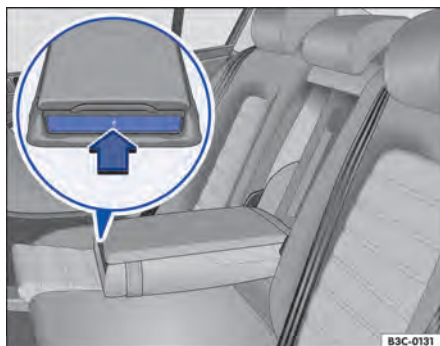

Fig. 129 No descanso-braço central traseiro: estender o porta-copos.
- Pressionar a parte dianteira do console central ⇒ Fig. 129 no sentido da seta. O porta-copos se estende.